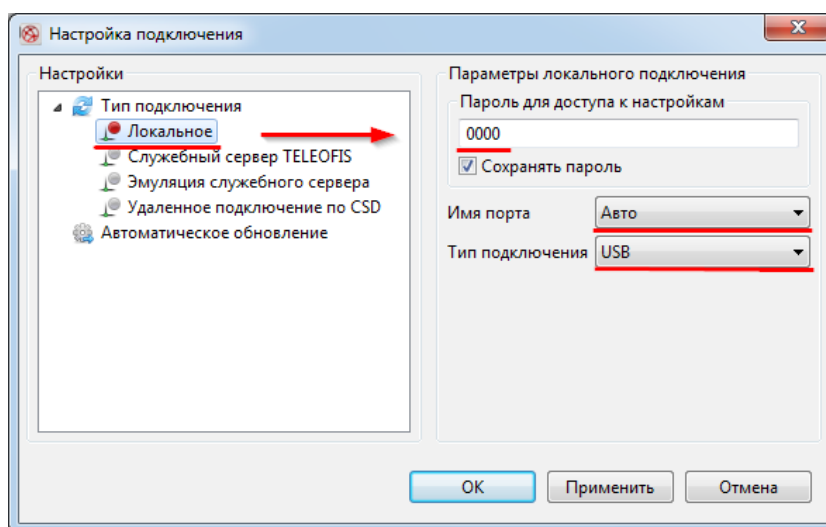

Рис. 20. Настройка параметров подключения.
3. Задайте параметры выбранного варианта подключения. Перейти в подменю настроек для каждого варианта можно, выбрав соответствующий тип подключения в левой части окна (Рис. 20).